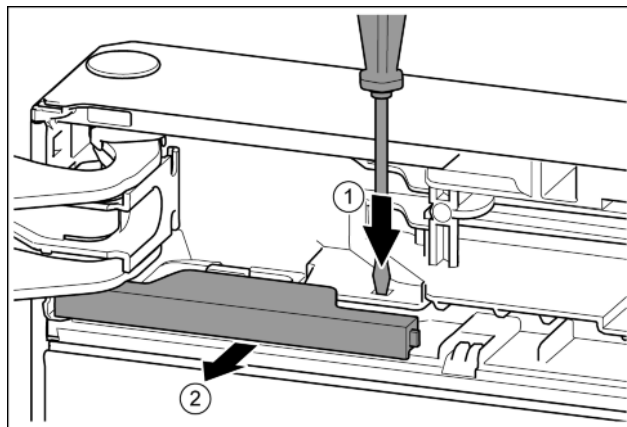

Fig. 13
- Ar skrūvgriezi spiediet mēlīti. Fig. 13 (1)
- Izvelciet pārsegu no fiksatora. Fig. 13 (2)